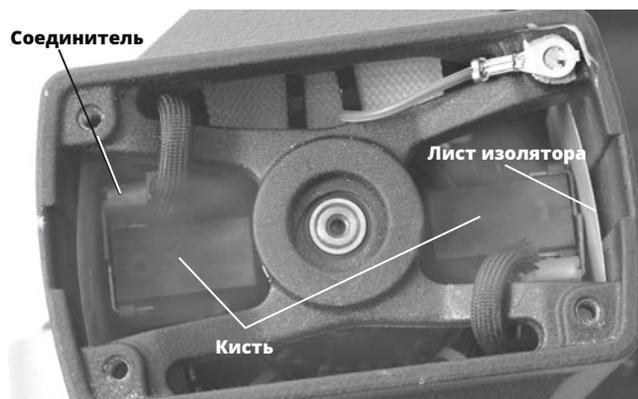

Рис. 28 - Расположение щеток при снятой крышке двигателя
3. С помощью плоскогубцев вытащите щетки двигателя. Отсоедините разъем. (См. рис. 28.)